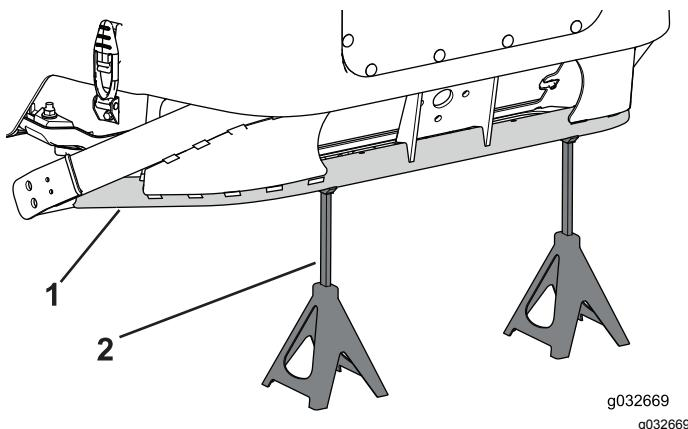

Figure 85
1. Placez 2 chandelles sous l'arrière du cadre pour soutenir la machine quand vous soulevez l'avant de la machine (Figure 85).